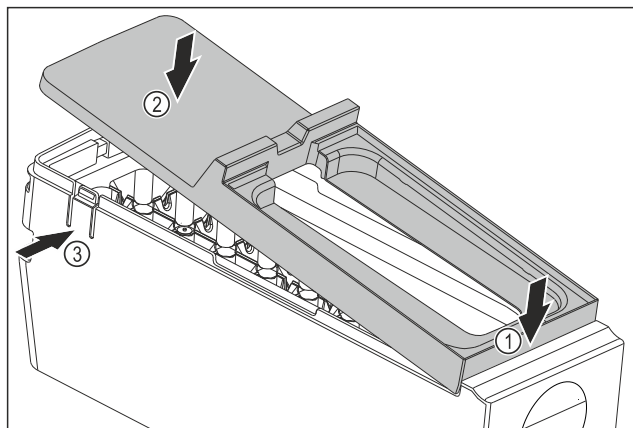

Fig. 81
- Montirajte pokrov glavnega dela EasyTwist-Ice: Pokrov spredaj namestite. Fig. 81 (1)
- Pokrov zadaj spustite. Fig. 81 (2)
- ▷ Pokrov se slišno zaskoči v obe sponi Fig. 81 (3).